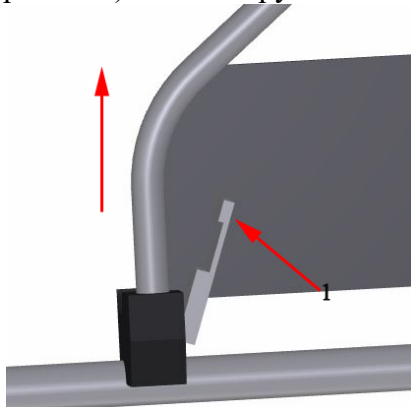
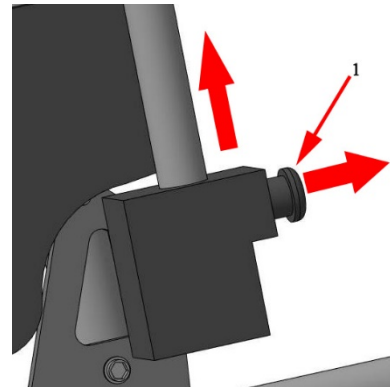
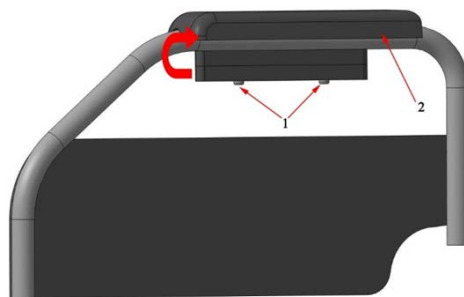

Рис.1.9
Рис.1.10
Рис.1.11
5.5 Кресла оснащены съемно-откидными подлокотниками, регулируемым по высоте и длине. Для откидывания подлокотника, зажмите флажок (поз.1, рис.1.9) и поднимите переднюю часть подлокотника вверх. Для снятия подлокотника потяните фиксатор (поз.1, рис.1.10) затем извлеките подлокотник движением вверх. Для регулировки подлокотника по высоте открутите болты (поз.1, рис.1.11) переставьте проставку под накладку подлокотника (поз.2, рис.1.11) затем закрутите болты обратно